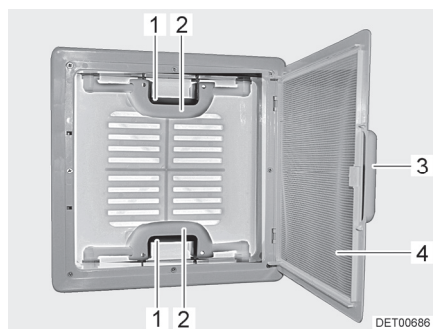

Fig. 16 Claraboya con cierre de resorte
- Tirar del tirador (Fig. 16,3).
- Plegar hacia abajo la protección contra insectos (Fig. 16,4).
- Presionar el cierre de resorte (Fig. 16,1) hacia el lado interior de la claraboya. Presionar simultáneamente hacia arriba la claraboya con el tirador (Fig. 16,2).
- Plegar hacia arriba la protección contra insectos (Fig. 16,4) hasta que engatille.
- Tirar la claraboya enérgicamente hacia abajo por los dos tiradores (Fig. 16,2), hasta que los dos cierres de resorte (Fig. 16,1) hayan engatillado.